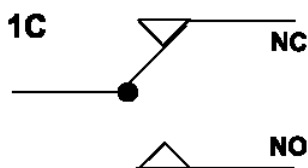

РИС. 3
2. Подключение к охранной сигнализации осуществляется через «сухой контакт» (конфигурация 1С, см. рис. 3). При срабатывании «тревожной кнопки» или открытии дверцы для доступа к ЭБУ (если активирован режим «не отключаемая задержка») работа темпо-кассы блокируется на 30 минут. При этом обеспечивается замыкание/размыкание «сухого контакта» длительностью 1 секунда. При любом экстренном отключении электропитания, во время блокировки, после его возобновления, устройство также замыкает/размыкает соответствующие контакты, возобновляя режим блокировки.